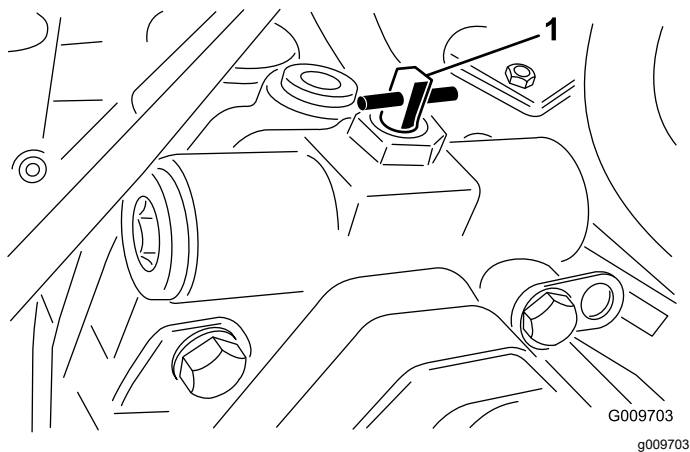

図 77
3. バイパスバルブを右または左に90°回転4分の1回転させるとバルブが開いて内部でバイパスが形成される 図 77。
2. バイパスバルブを右または左に90°回転¼分の1回転させるとバルブが開いて内部でバイパスが形成される 図 77。